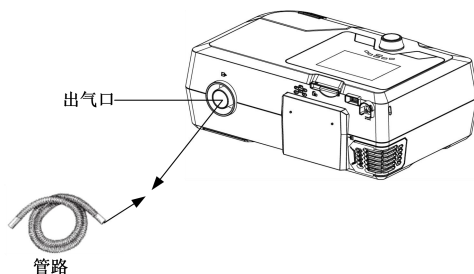

图 3-7
(1) 将管路的一端连接到呼吸机的空气出口上,具体步骤如图 3-7 所示。